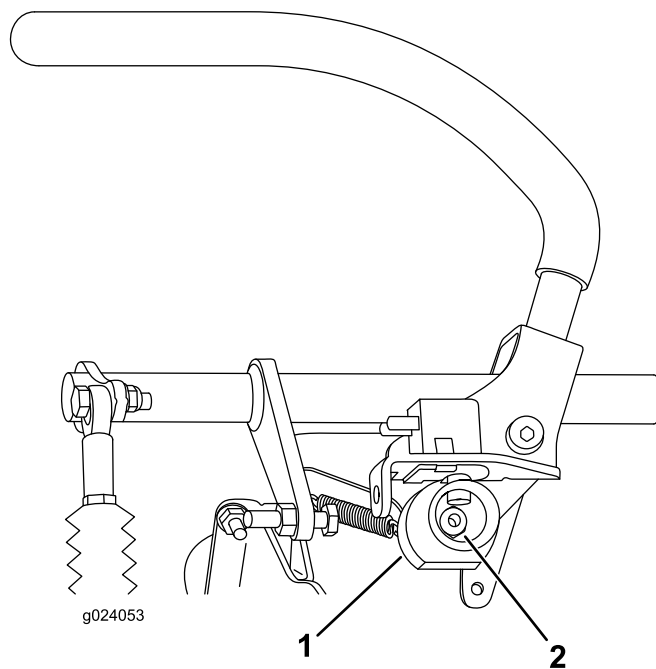

Figura 69
6. Allentate il dado che regge la camma (Figura 69).